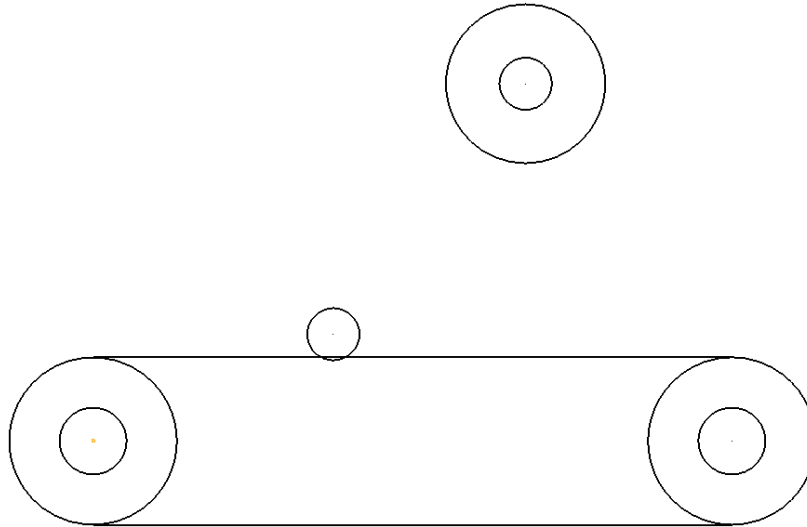

Figura 2.35 Línea del modelo y línea de construcción.
- Crear la línea entre los círculos de radio 40 mm. Seleccionar la opción Crear una sola línea . Colocar el cursor en parte baja del círculo en X 0 hasta que muestre la etiqueta de construcción Intersección, hacer clic, alargar la línea hasta alcanzar el otro círculo y que muestre la etiqueta de construcción Intersección, hacer clic (Figura 2.35).
- Crear una línea de construcción entre los círculos de radio 40 mm. Seleccionar la opción Crear una sola línea . Colocar el cursor en parte superior del círculo hasta que muestre la etiqueta de construcción Intersección, hacer clic, alargar la línea hasta alcanzar el otro círculo y que muestre la etiqueta de construcción Intersección, hacer clic (Figura 2.35).